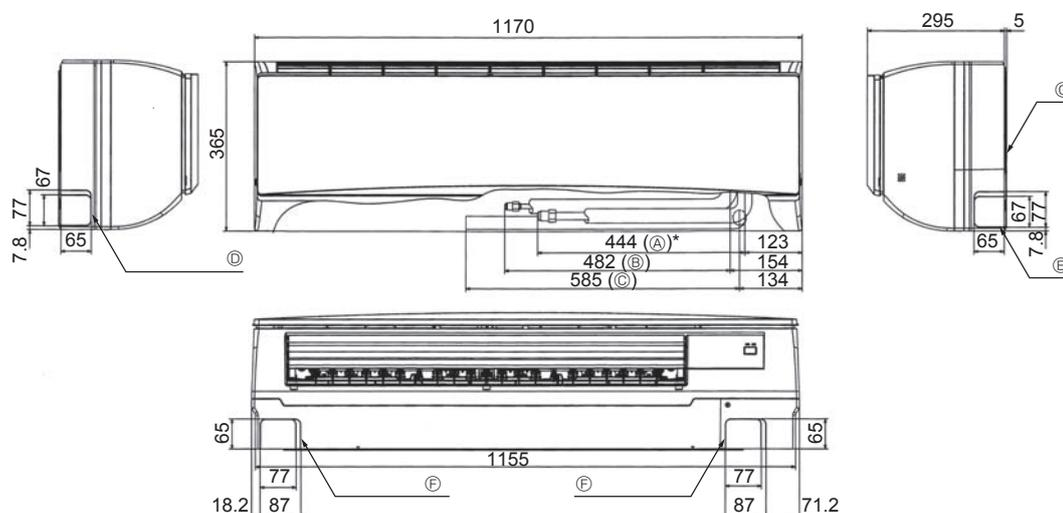

Fig. 4-2
4.3. Colocação das tubagens de refrigerante e de drenagem (Fig. 4-2)